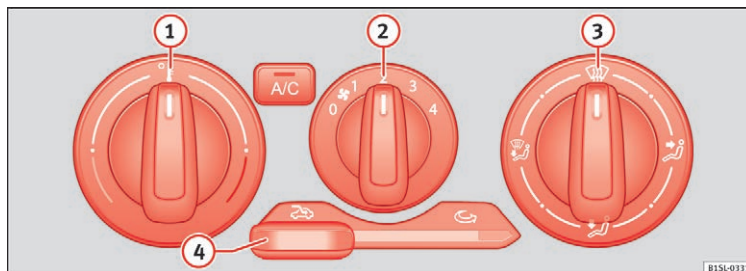

Fig. 38 I den øverste del af midterkonsollen: betjenings-elementer til det manuelle airconditionanlæg samt varme- og friskluftsystemet
Afbrydelse	Drej den midterste regulator ② til position 0 » Fig. 38 for at afbryde.
Temperatur	Ved hjælp af den venstre drejeregulator ① » Fig. 38 indstilles temperaturen.
Blæser Med den midterste drejeregulator ② » Fig. 38 reguleres blæseren.
Luftfordeling	Med den højre drejeregulator ③ » Fig. 38 reguleres luftfordelingen.
Afisning af forrude Med den højre drejeregulator » Fig. 38 bliver is og dug fjernet fra forruden så hurtigt som muligt (defrosterfunktion).
Recirkulationsfunktion Ved hjælp af skydekappen ④ » Fig. 38 bliver recirkulationsfunktionen aktiveret og deaktiveret » Side 129.